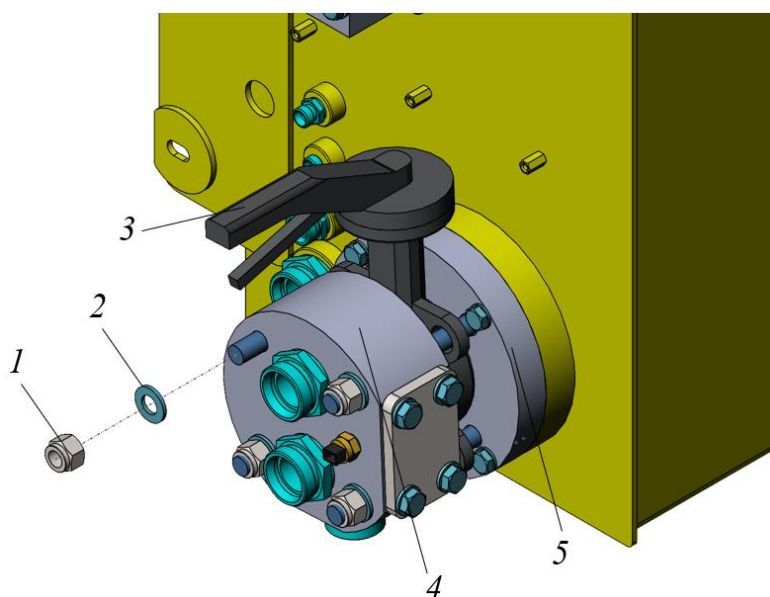

Рисунок 5.40. Процедура сборки затвора на баке
- ▶ Используя гайки 1 с шайбами 2 закрепить затворы 3 (не затягивать) между фланцев 4 и 5, рис. 5.40.
В момент затягивания гаек 1 не закрывать затворы 3, так как это может привести к пережатию седлового уплотнения с последующим заклиниванием диска и потерей герметичности, рис. 5.40.
- ▶ Затяжку гаек 1 производить равномерно крест-накрест до соприкосновения поверхности фланцев 4 и 5 с корпусом затвора 3 по всей его окружности, рис. 5.40. Момент затяжки гаек поз. 1 - 156-215 Н*м.